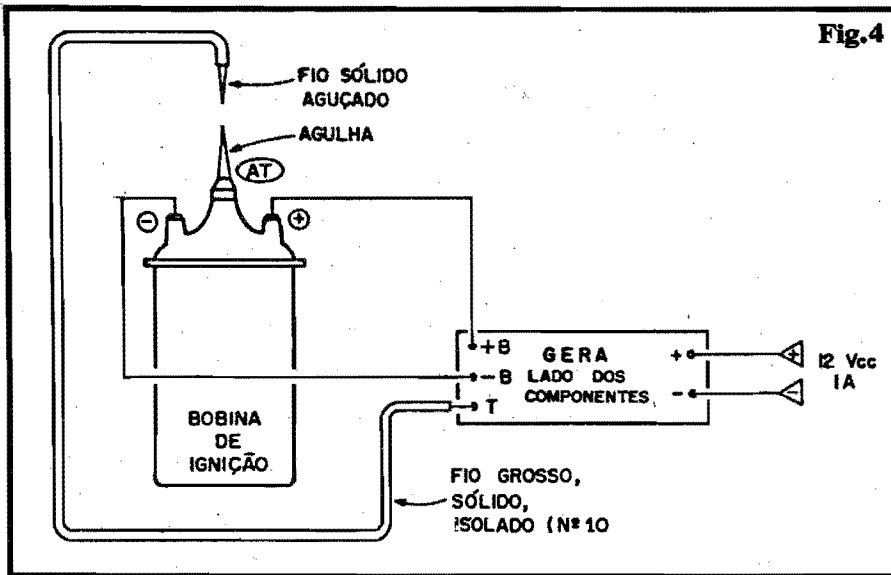

Fig. 4
- FIG. 4 - CONEXÕES (BÁSICAS) EXTERNAS À PLACA - A plaquinha do GERA ainda é vista pelo lado dos componentes (não cobreado...). Observar as conexões à fonte de alimentação (12 VCC), à direita, devendo as polaridades serem rigorosamente obedecidas. Notar ainda as ligações à bobina de ignição e ao "centelhador", cujos detalhes serão dados nas próximas figuras... As ligações aos terminais "-" e "+" da bobina (laterais) podem ser feitas com cabinho isolado não muito grosso... Já a conexão do fio de "terra" do centelhador (ponto "T" da placa...) deve ser feita com o cabo rígido, grosso, isolado (ver item OPCIONAIS/DIVERSOS da LISTA DE PEÇAS...).
zação de uma caixa um pouco mais "taluda" permitirá (se assim for desejado...) o "embutimento" da própria fonte de alimentação no mesmo container... A base da bobina de ignição poderá ser colada (com adesivo forte, de epoxy) sobre o topo da caixa, de modo que o conjunto mostre boa firmeza e estabilidade. Observar os fios que vão (saindo do interior da caixa, onde se encontram ligados à plaquinha do GERA...) aos terminais da bobina (conforme detalhes na fig. 4). A fiação de baixa Tensão deverá sempre manter um certo afastamento físico mínimo, com relação aos terminais de Alta-Tensão e ao cabo de "terra" do centelhador... Assim, as distâncias "D" precisam ser mantidas num mínimo de 3 ou 4 centímetros (se possível, mais do que isso, nunca menos...). Para que os cabinhos isolados de ligação aos terminais "-" e "+" da bobina não fiquem inconvenientemente "balançando", convém enrolá-los em "molinha", ou mesmo prendê-los às laterais do corpo cilíndrico da bobina, com fita adesiva... Quanto ao cabo grosso e rígido que vai da placa interna ao centelhador, deve ficar firmemente preso (eventualmente com um pouco de massa de epoxy aplicada ao furo de passagem, na caixa, de modo que o dito cabo não possa ficar "jogando"...). O dito cabo grosso deve apresentar um formato geral de "L" invertido (de cabeça pra baixo), tendo